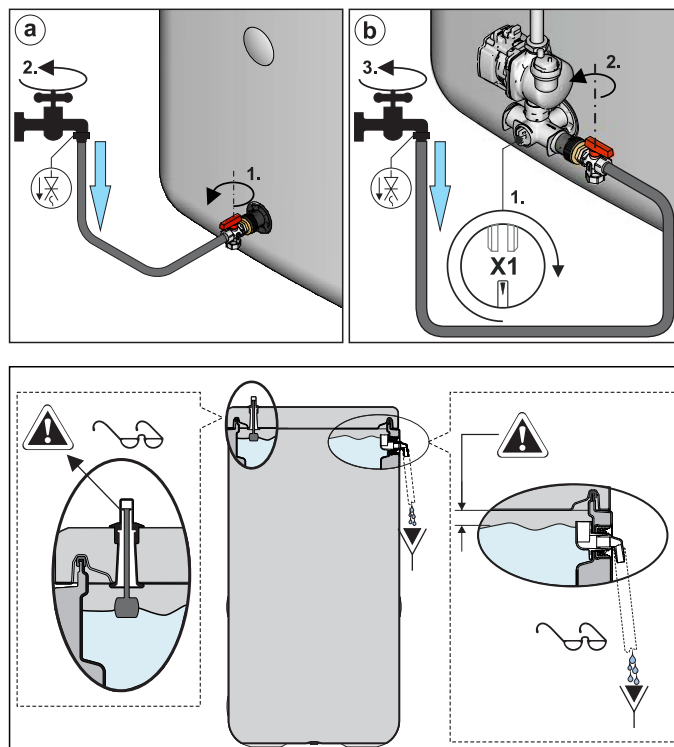

Fig. 4-5 Remplissage du ballon tampon - avec raccord de remplissage KFE
- Uniquement avec $p=0$ système solaire : Régler la garniture de soupape sur le raccord coudé afin que l'accès au bouchon borgne soit ouvert (fig. 4-5).
- Ouvrir le robinet de remplissage au niveau du **raccord de remplissage KFE** et de l'alimentation en eau froide et remplir le réservoir du ballon du ROTEX Sanicube / HybridCube jusqu'à ce que l'eau sorte au niveau du **trop-plein de sécurité** (fig. 4-5, rep. 5).